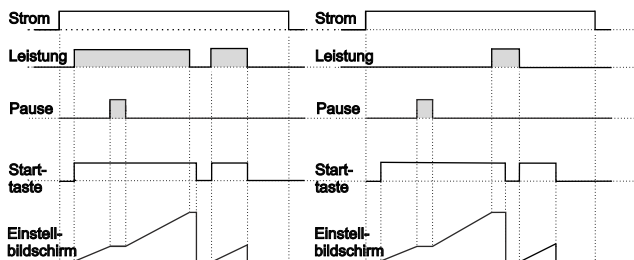

Abbildung 3.3
3.2.1 Wenn Aufwärtszählen $\overline{d_{E-c}}t = 0$ und $\overline{o_{u-t}}F \overline{o-n}$ ist, wird das Regelschema in Abbildung 3.3 gezeigt.